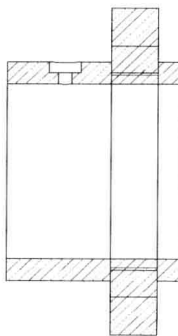

图 9-3-9
(9) 单击“确定”按钮，修改填充图形之后，如图 9-3-9 所示。